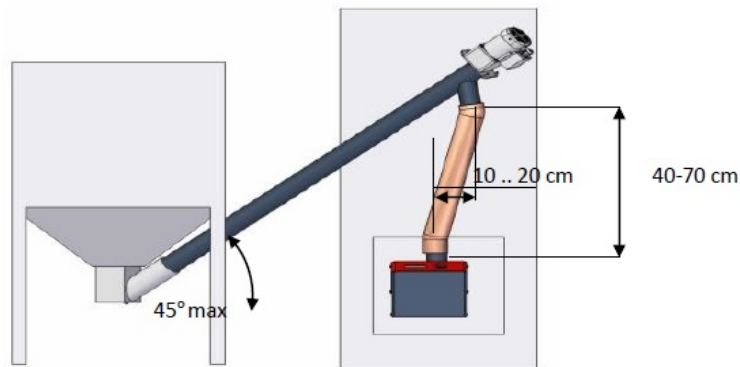

Рисунок 3. Монтаж бункера подающего шнека и гибкого шланга.
- Бункер должен быть установлен так, чтобы наклон подающего шнека не превышал 45° (Рис. 3);